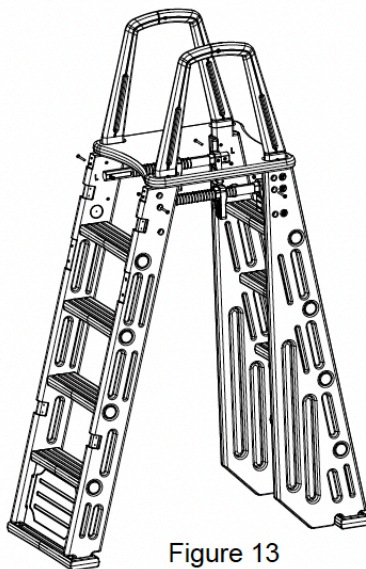

Figure 13
11. Après avoir déterminé la hauteur de la paroi de la piscine, alignez le trou traversant de la tige filetée (avec les plaques de pression installées) avec le trou traversant du montant, en fonction de l'échelle correspondante indiquée sur le montant. Insérez deux écrous M6 dans la tige filetée et fixez-les à l'aide de deux vis M6x60. Installez l'ensemble de la tige de l'autre côté de la même manière (voir Figure 13).